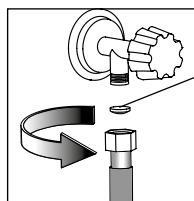
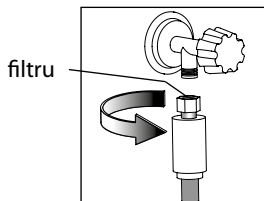
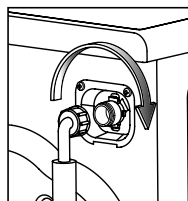

Figura 6
Figura 7
Figura 8
- A se verifica puritatea în furtunul de admisie în conformitate cu Figura 6 sau în furtunul de admisie cu sistem de protecție în conformitate cu Figura 7 (în funcție de configurație);
— Pentru a atașa furtunul la un niplu filetat de alimentare cu apă, în conformitate cu Figura 6 sau 7 strângeți puternic piulița cu mîna așa cum se arată în Figura 8.